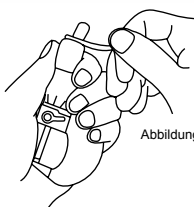

Abbildung 3
- Beträgt der Ausrichtungsfehler ca. $\pm 0,01$ mm oder mehr (Abbildung 3):